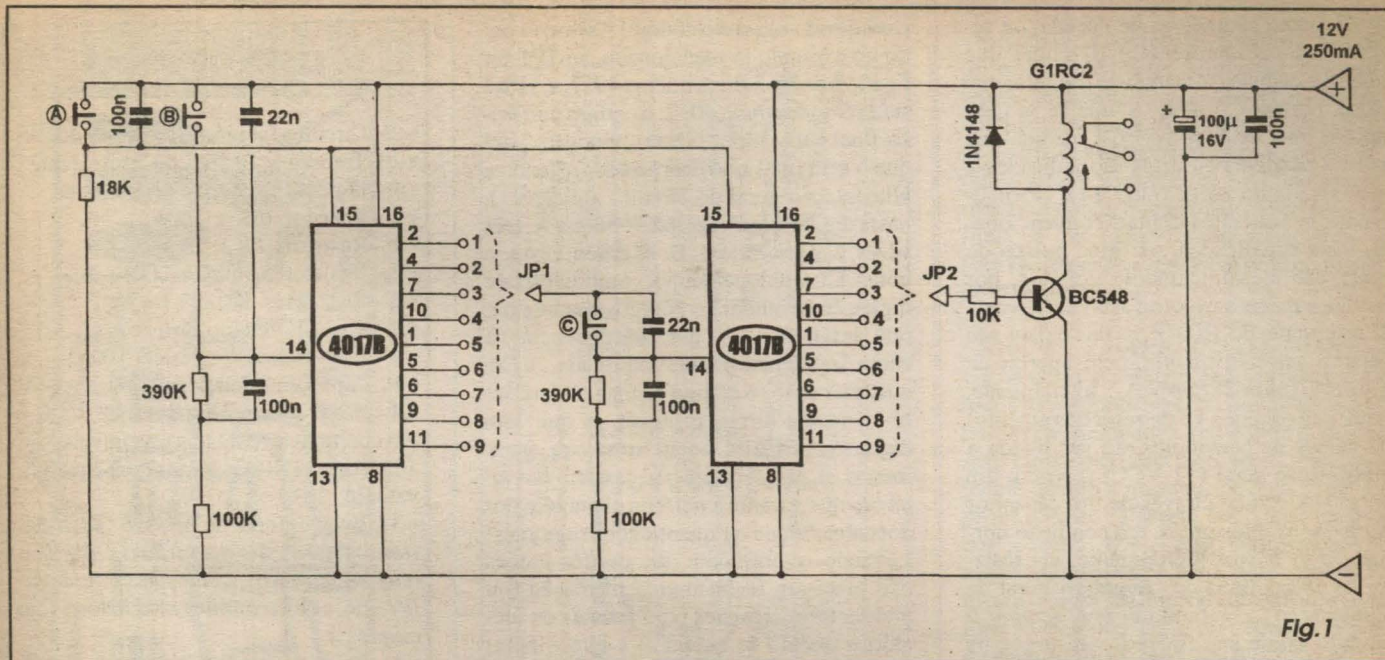

Fig. 1
- FIG. 1 - DIAGRAMA ESQUEMÁTICO DO CIRCUITO - Dois integrados C.MOS 4017 são utilizados como codificadores/decodificadores, no *miolo* lógico do circuito que é - na verdade - muito simples e de funcionamento fácil de compreender...! Basta ter em mente que os